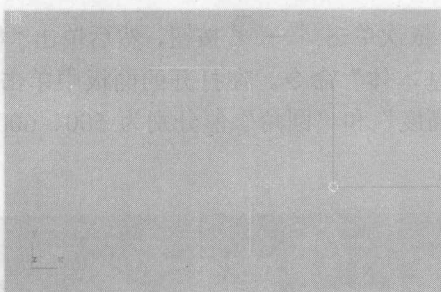

图 1-22 创建的圆
(7) 依次单击  →  → **圆** 按钮，在顶视图中创建一个“半径”值为 1.5 的圆，将其作为放样截面，如图 1-22 所示。